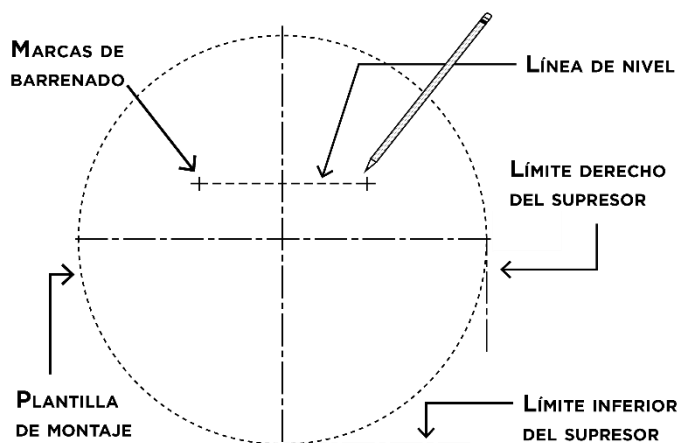

Figura 7 Partes de la plantilla para montaje en pared del supresor.
5. Manteniendo la plantilla en esa posición, auxiliarse con un nivel de burbuja o una app para celular y hacer coincidir la línea de nivel con la horizontal del nivel de burbuja. Vea la *Figura 7* como referencia.